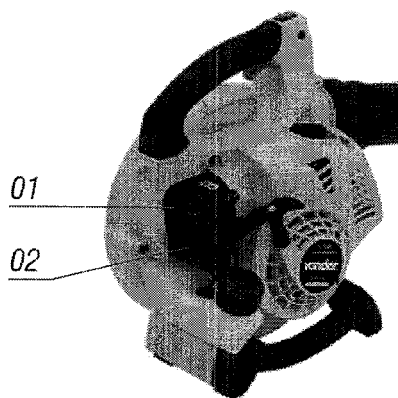

Fig. 09 – Elemento filtrante
1. Suelte el perno del filtro, pieza 2, Fig. 09;
2. Retire la tapa del filtro de aire, pieza 1, Fig. 09;